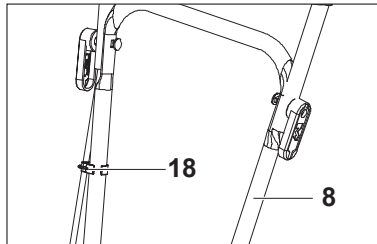

Fig. 3
4. Fije el cable en el clip para cable (18) (Fig. 3).